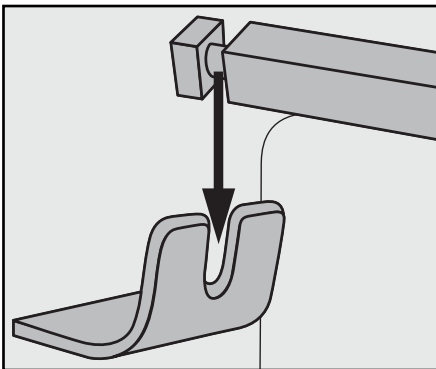

Fig. 2: Introduceți rotisorul **16** în suport **9**.
- Apoi așezați celălalt capăt al rotisorului **16** cu canelura adâncă în suportul pentru rotisor **9** (fig. 2):